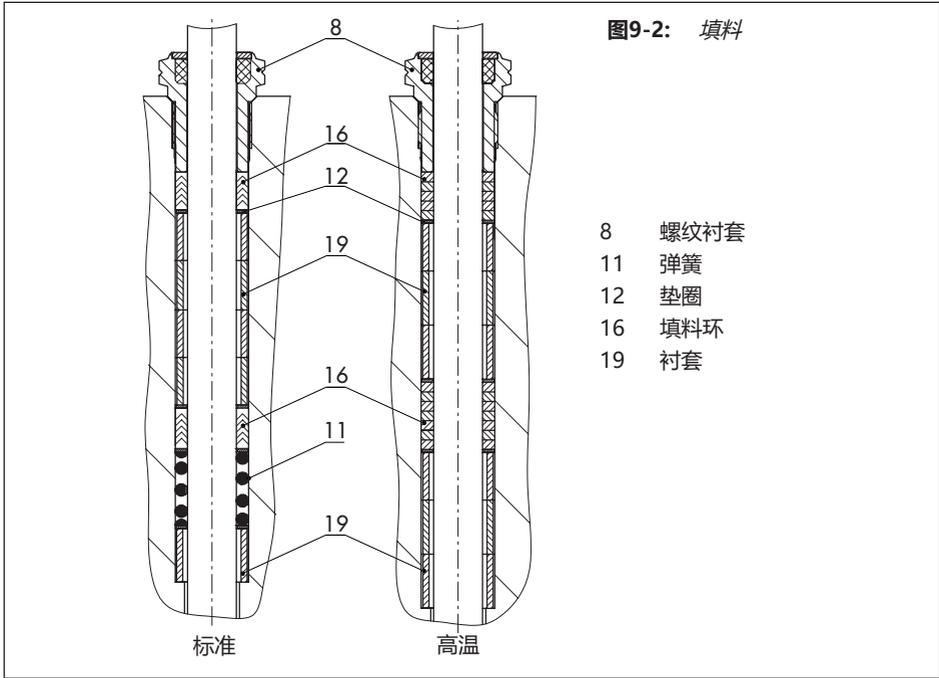

图9-2: 填料
14. 使用合适的工具小心地将填料部件滑过阀杆进入填料腔。按照正确的顺序 (请参见图9-2)。
15. 将螺栓 (13) 穿过螺纹法兰 (57, 111) 并将其拧紧, 遵守拧紧扭矩。
16. 以交叉方式逐渐拧紧阀体螺母 (14)。遵循拧紧扭矩。
17. 拧入并拧紧螺纹衬套 (8)。遵循拧紧扭矩。
18. 将支架 (3) 放在中间件 (2) 上使用槽形螺母 (92) 紧固。
19. 将锁紧螺母 (10) 和阀杆接头螺母 (9) 松散地拧到阀杆上。
14. 使用合适的工具小心地将填料部件滑过阀杆进入填料腔。遵守合适的序列 (请参见图9-2)。
15. 将螺栓 (13) 穿过螺纹法兰 (57, 111) 并将其拧紧，遵守拧紧扭矩。
18. 将支架 (3) 放在延长段 (21) 上并使用槽形螺母 (92) 紧固。
16. 使用合适的工具小心地将填料部件滑过阀杆进入填料腔。遵守合适的序列（请参见图 9-2）。
17. 将螺栓 (13) 穿过螺纹法兰 (57, 111) 并将其拧紧，遵守拧紧扭矩。
18. 以交叉方式逐渐拧紧阀体螺母 (14)。遵循拧紧扭矩。